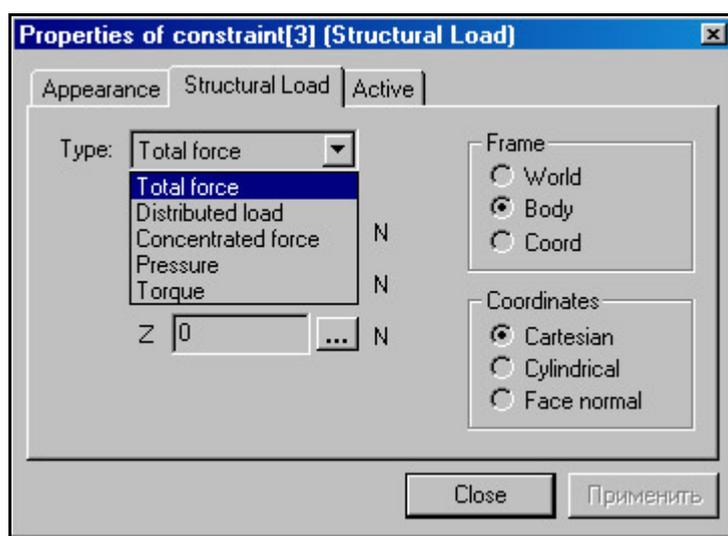

Рис. 3.7
5. Щелчком правой кнопки мыши по нагрузке в листе связей ( Connections to ... ) или двойным щелчком по нагрузке в окне моделирования вы откроете плавающую панель Свойств ( Properties ) ( см. рис. 3.7).